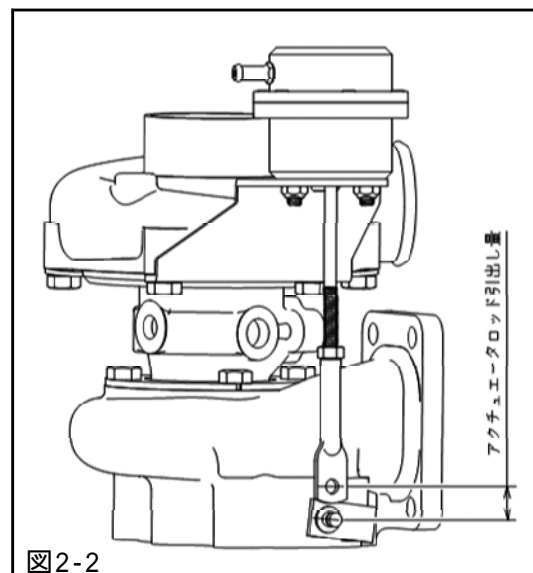

図2-2
- ・設定過給圧の目安(スイングバルブ開き始めの圧力とアクチュエータロッドの引出し量の関係)は、表1を参考にしてください。(表1、図2-2)